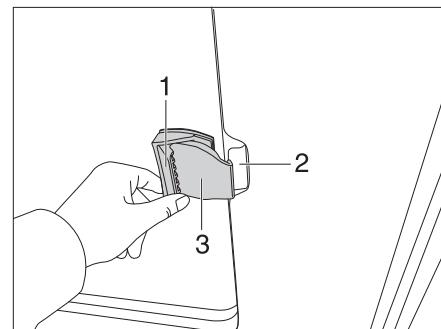

Fig. 52 Ventana corredera sin bloqueo
- Tirar de la trampa de tirador (Fig. 52,1) empujando o tirando del tirador al mismo tiempo hacia delante.